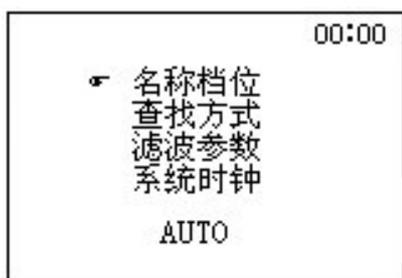

图2
1. 检查接线无误后，打开仪器电源开关。开机画面为设置菜单如图2所示。此时可修改当前测量开关的名称，档位，查找方式等，详情请见后面高级设置一节。